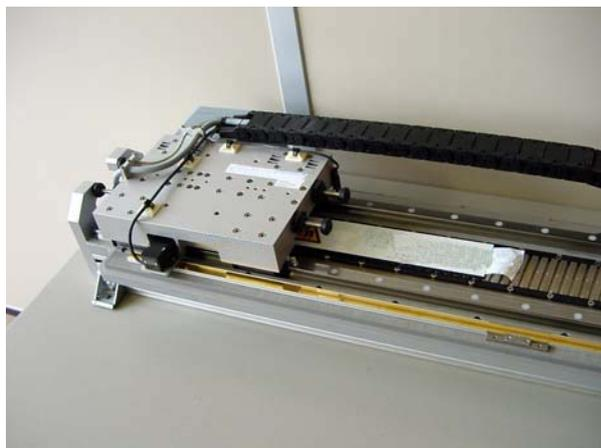

Bild 13: Sichern des Schlittens mit einer Schutzplatte
3. Entfernen Sie die Schutzplatte von der montierten Magnetplatte und schieben Sie den Schlitten an das andere Ende der Wegstrecke. Sichern Sie den Schlitten um unerwünschte Bewegungen zu vermeiden (dies kann durch Wiederaufsetzen der Schutzplatte geschehen, siehe Bild 13). Sorgen Sie wiederum dafür, dass die Aufnahme­fläche frei von Staub und kleinen Partikeln ist.